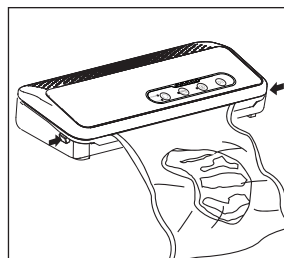

Рис.3
8. Дождитесь завершения процесса вакуумирования или запечатывания пакета. Когда индикаторы перестанут мигать, процесс можно считать завершенным. Для вакуумации влажных продуктов рекомендуется 2 раза запечатать пакет. (Рис. 3)